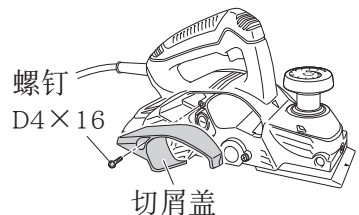

图 26
- (1) 取下切屑盖内的螺钉 D4×16，如图 26 所示地拆下切屑盖。